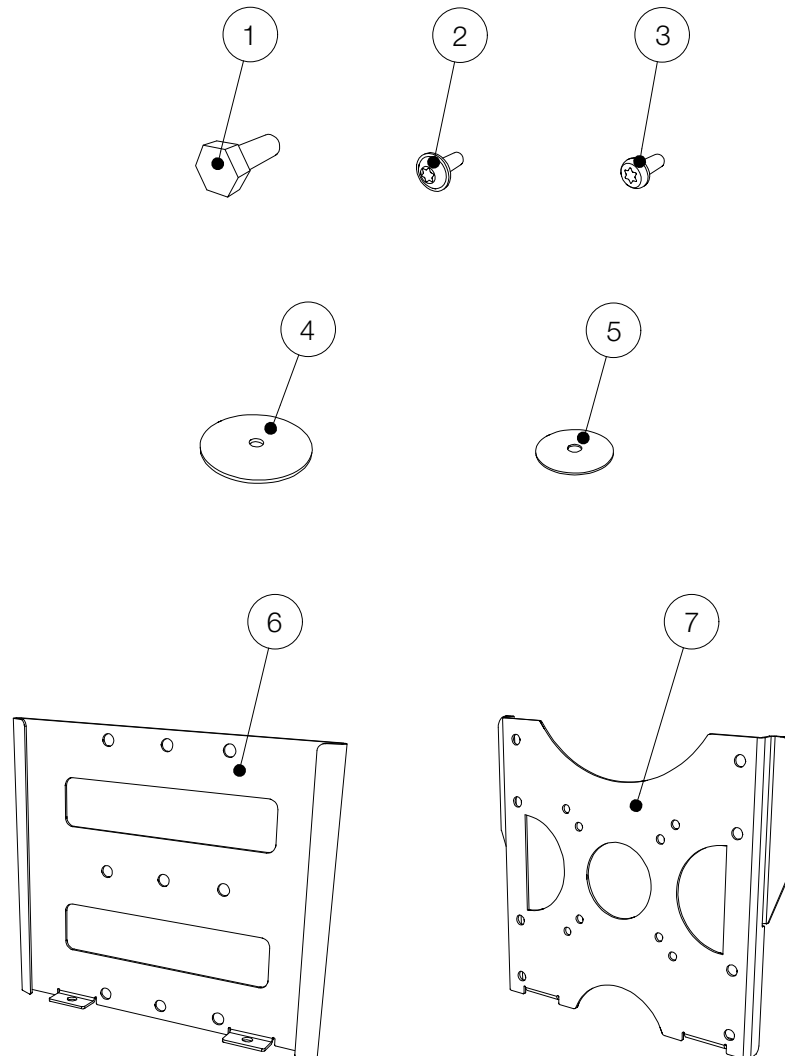

Abbildung 2.1 - Übersicht
Entfernen Sie das Lautsprecherblech (siehe Abbildung 2.1, Pos. 7).
Befestigen Sie das Lautsprecherblech (siehe Abbildung 2.1, Pos.7) des WHF Wandhalter flach am Basslautsprecher. Verwenden Sie hierzu die Linsenkopfschrauben mit Flansch (siehe Abbildung 2.1, Pos.2) aus unserem Lieferumfang.
1. Legen Sie zuerst die Zentrierplatte (siehe Abbildung 2.1, Pos.5) in das große mittlere Loch des Lautsprecherbleches das bereits am Basslautsprecher befestigt ist.
2. Legen Sie darauf die Druckplatte (siehe Abbildung 2.1, Pos.4) und verschrauben Sie die beiden Platten mit Hilfe der Sechskantschraube (siehe Abbildung 2.1, Pos.1).
Beachten Sie bei der Befestigung des Wandbleches (siehe Abbildung 2.1, Pos.6) die Hinweise aus dem Kapitel 1 - Sicherheit / Bestimmungsgemäße Verwendung.
Beachten Sie zudem zur Befestigung des Wandbleches (siehe Abbildung 2.1, Pos.6) folgende Hinweise:
Verschrauben Sie die beiden Bleche des WHF Wandhalter flach mit Hilfe der beiden Linsenkopfschrauben (siehe Abbildung 2.1, Pos.3). Verwenden Sie dazu eine Verlängerung für den Bit-Einsatz.